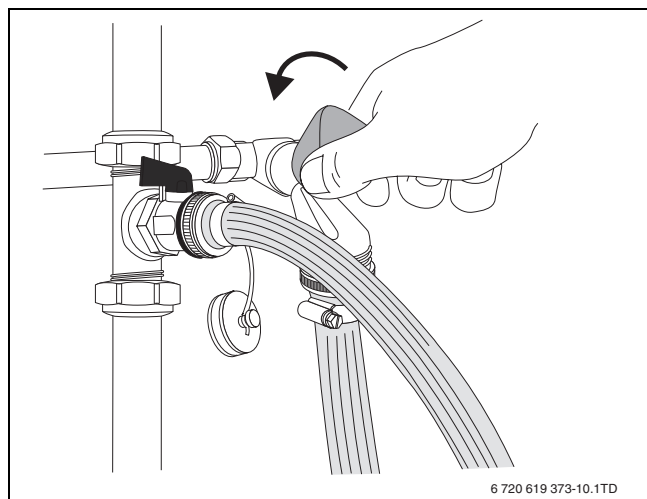

Fig. 58 Aprire il rubinetto dell'acqua
- Aprire con attenzione il rubinetto dell'acqua e riempire lentamente l'impianto di riscaldamento (→ fig. 58).